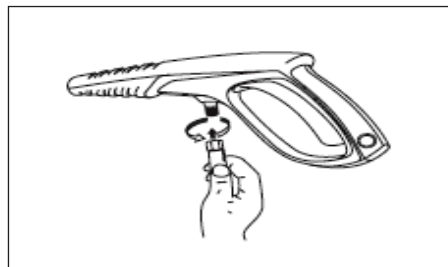

Figure 11 - Attachez le tuyau haute pression au pistolet (tous les modèles)
2. Attachez le tuyau haute pression au pistolet (voir la figure 11).
7. Attachez le tuyau haute pression au pistolet (voir la figure 11).
- Attachez le tuyau haute pression au pistolet (voir la figure 11).